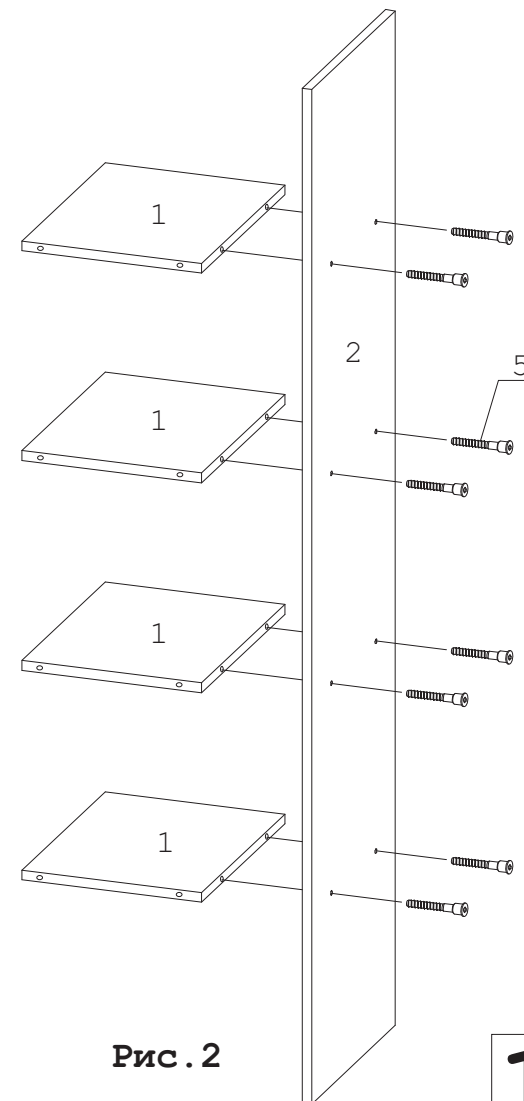

Рис. 2
2. Прикрутить горизонталь 1 к задней стенке 2 конфирматами 5 (Рис. 2).